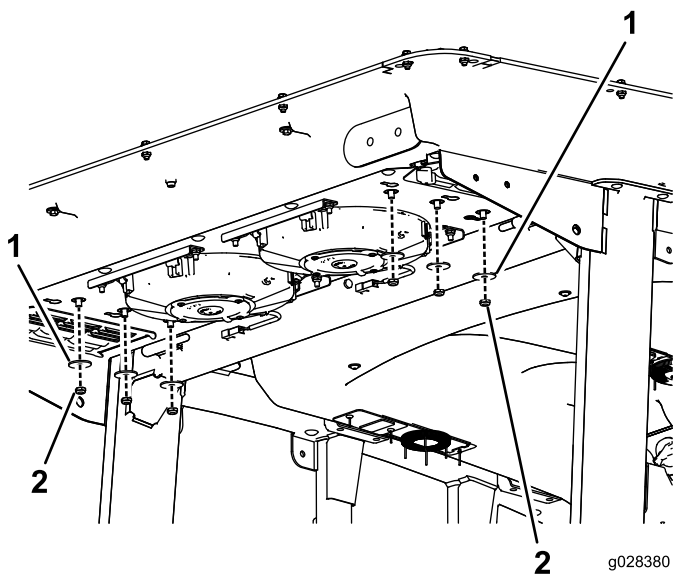

Рисунок 114
2. Отверните 6 гаек и снимите шайбы внизу в задней части кабины (Рисунок 114).